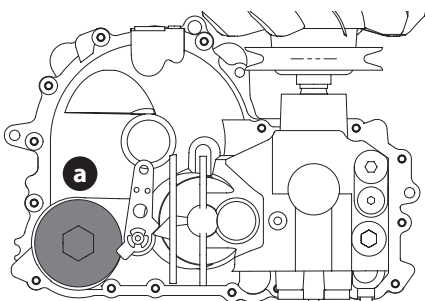

Fig. 46
2. Coloque un recipiente adecuado debajo de la tapa del filtro de aceite (a) de la transmisión. Retire la tapa del filtro de aceite de la transmisión para drenar el aceite (Fig. 46). Extraiga y deseche la junta tórica.
4. Coloque el filtro nuevo y ajuste una junta tórica nueva en la tapa del filtro (a) (Fig. 46).